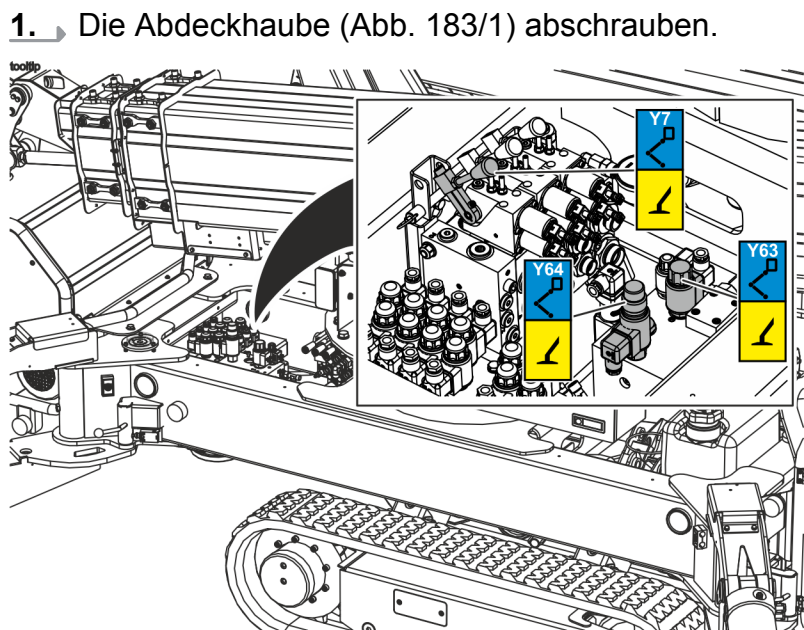

Abb. 184: Ventile Bühne
2. Das Druckbegrenzungsventil (Abb. 184/Y64) vollständig eindrehen.
3. Die schwarze Kappe vom Freigabeventil (Abb. 184/Y63) abschrauben und die Ventilbetätigung vollständig herausdrehen.